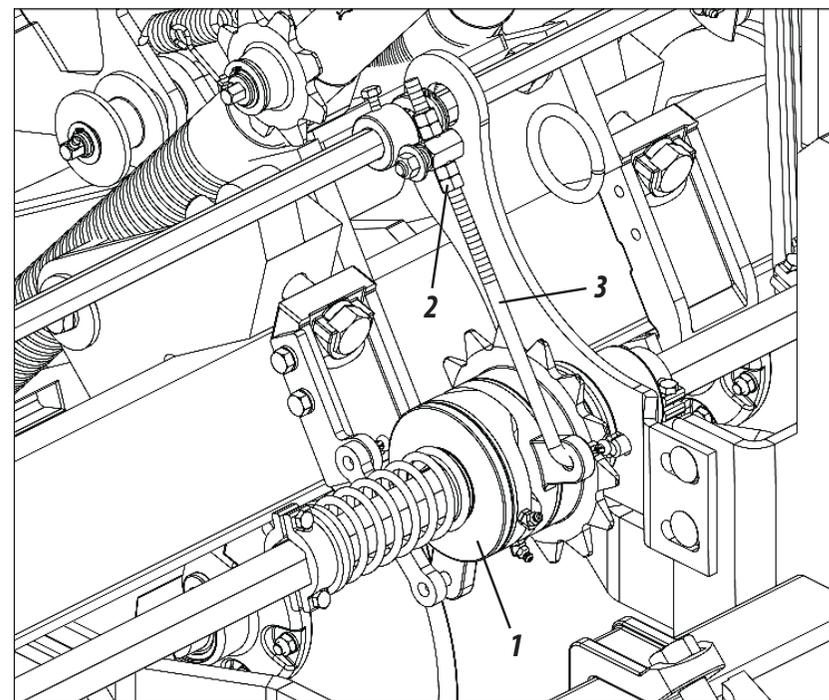

Figura 55
REGULAGEM DA CATRACA (FIGURA 55)
- 1- Para o plantio convencional, trave as rodas com o parafuso (1).
- 3- Os rodeiros (2), são dotados de molas de tração (3), para maior aderência ao solo. Não opere a semeadora sem as mesmas, conforme mostra a figura 55.